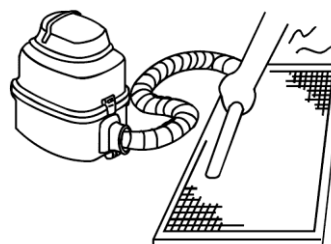

Fig. 9-3
- Durante la pulizia con l'aspirapolvere il lato con il quale si aspira l'aria dovrebbe rivolto verso l'alto. (Vedere fig. 9-3.)